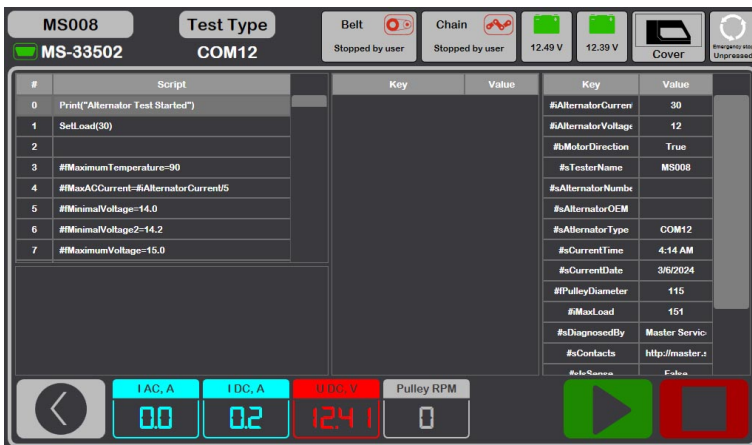

Рисунок 23. Меню режиму автоматичного тесту
5. Для початку тесту у вікні, що відкрилося (див. рис. 23), натисніть кнопку . Далі стенд сам проведе всі перевірки згідно з обраним скриптом. У разі потреби процес тесту можна перервати кнопкою .